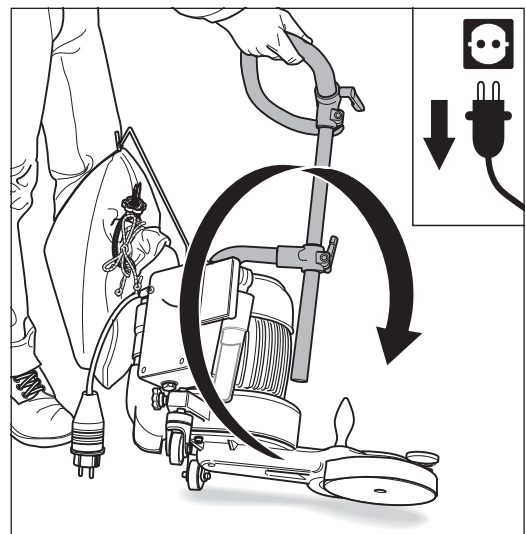

Abb. 82 Die UNICO auf die **linke** Seite kippen und vorsichtig auf dem Boden ablegen.
- 2 Greifen Sie an den Haltebügel, kippen Sie die Maschine auf die **linke** Seite (Abb. 82) und legen Sie sie vorsichtig auf dem Boden ab.